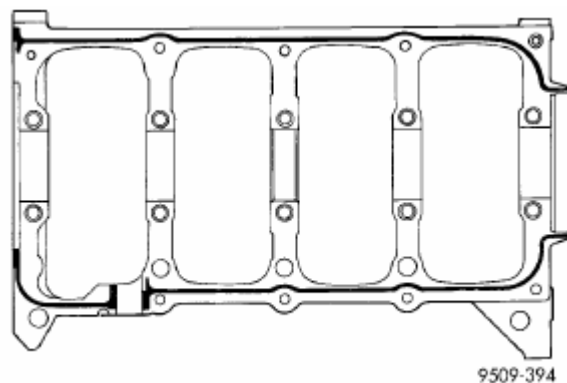

Рис. 49. Уплотнение крышек коренных подшипников/основания.
(4) Нанести валик герметика толщиной от 1.5 до 2.0 мм (0.059 до 0.078 дюйма) на блок цилиндров, как указано (Рис.49).